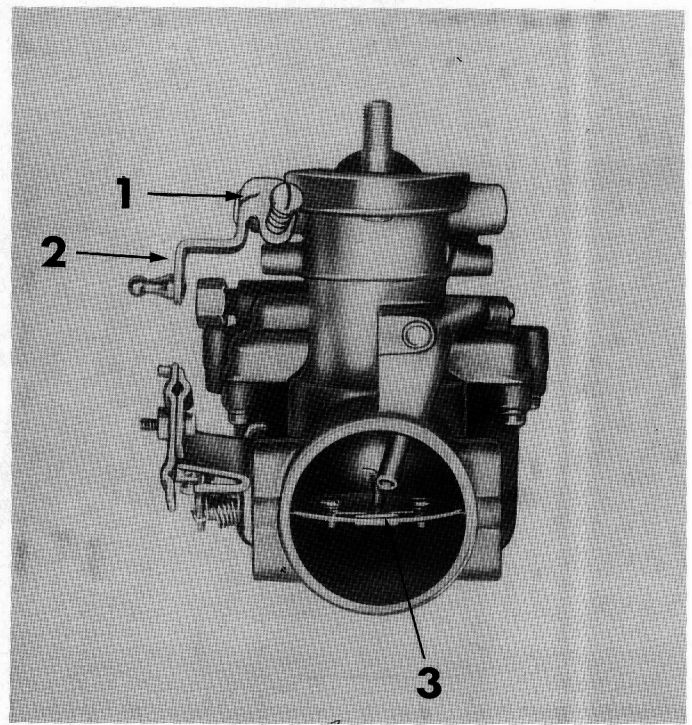

FIGURE 13 : Dispositif de départ — 1 = Arbre du volet des gaz, 2 = Levier du volet des gaz, 3 = Clapet d'air du volet de départ.
13. En vue du remontage, noter la position du clapet d'air sur le volet de départ, (Figure 13). Extraire le vis et déposer le volet de départ.
6. Introduire de gauche à droite l'arbre du volet des gaz dans le corps du carburateur, de la manière représentée Figure 13.